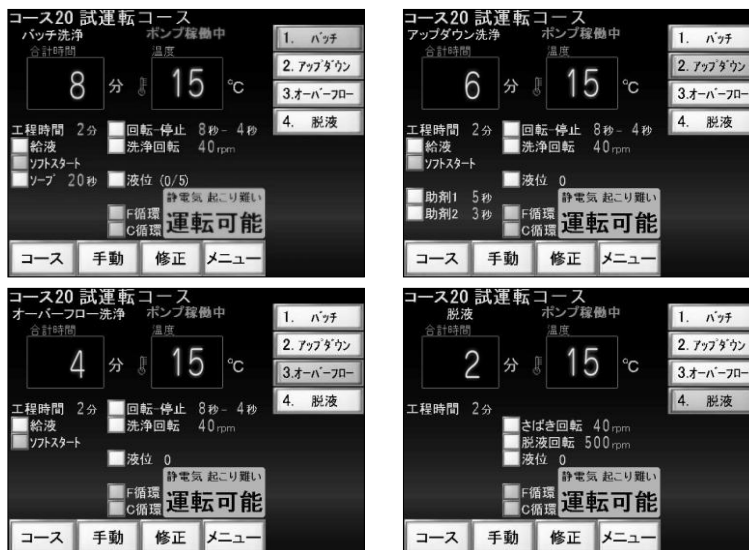

図 10-8
- 運転待機中 ... 選択した工程のランプ(緑色)を点灯し、選択した工程の設定内容を表示します (図 10-8)
4) 工程の設定内容表示 (図 10-8)